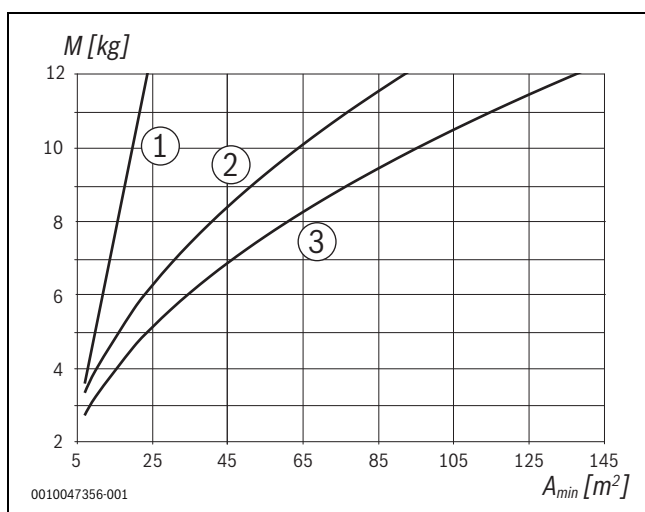

Fig. 170
- L'area del locale minima deve corrispondere ai valori indicati nella Fig. 170.